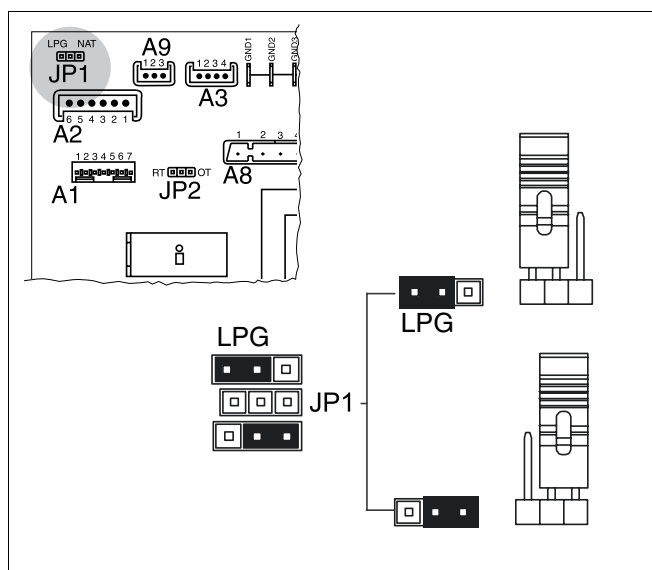

Fig. 49 Conversione gas naturale/gas liquido
- Collocare il jumper JP1 (fig. 49) sulla scheda di regolazione in posizione "LPG".